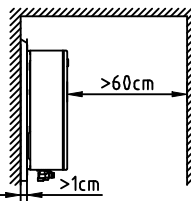

图4
■ 安装热水器的部位应是由不可燃材料建造。当安装热水器的部位是可燃材料或易燃材料时，应采用金属隔热板隔离，隔热板和墙面间隙应大于1cm，且隔热板应比热水器外壳尺寸10cm。由于热水器需要进行日常检查与保养，为便于热水器的维修和检查，请在热水器前方留出60cm以上空间。如下图4所示。